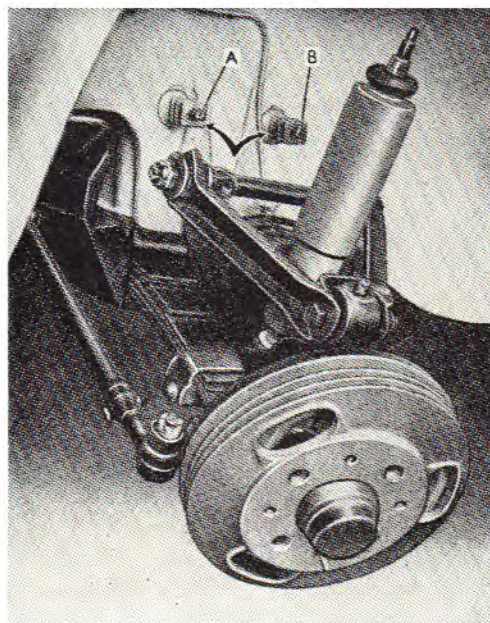

Fig. 37. Justering af forhjuls caster og camber.
Skal castervinklen forøges, flyttes shims fra bageste støtte (B) til forreste støtte (A) fig. 37.